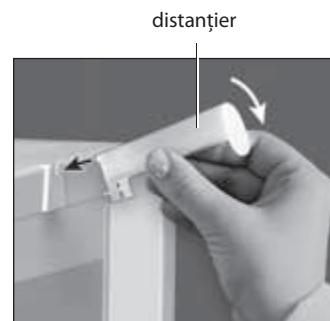

Figura 4
- în conformitate cu Figura 4 introduceți cârligul superior al distanțierului în canalul capacului, apoi întoarceți distanțierul în jos pentru ca cele două cârlige de jos să se fixeze în capacul frigiderei;